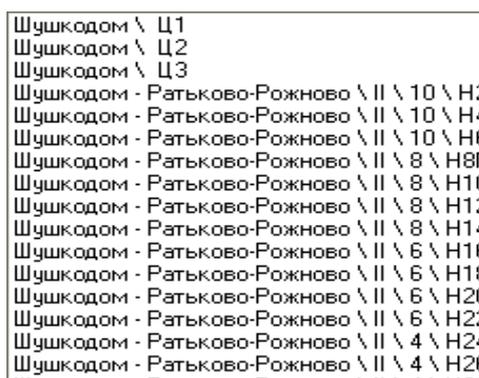

Рисунок 6-14 — Панель «Рельсовые цепи»
2) выбрать требуемую рельсовую цепь на панели «Рельсовые цепи» (рисунок 6-14).